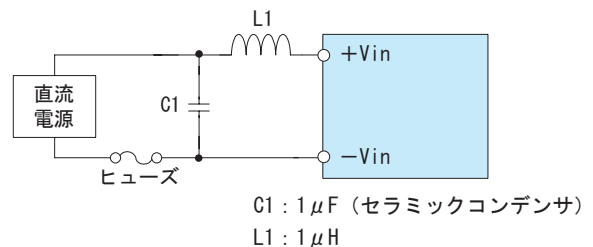

図2.2 EMI対策用入力フィルタ
(3) 雑音端子電圧の低減
- 図2.2の入力フィルタを接続することで、雑音端子電圧を低減することができます。